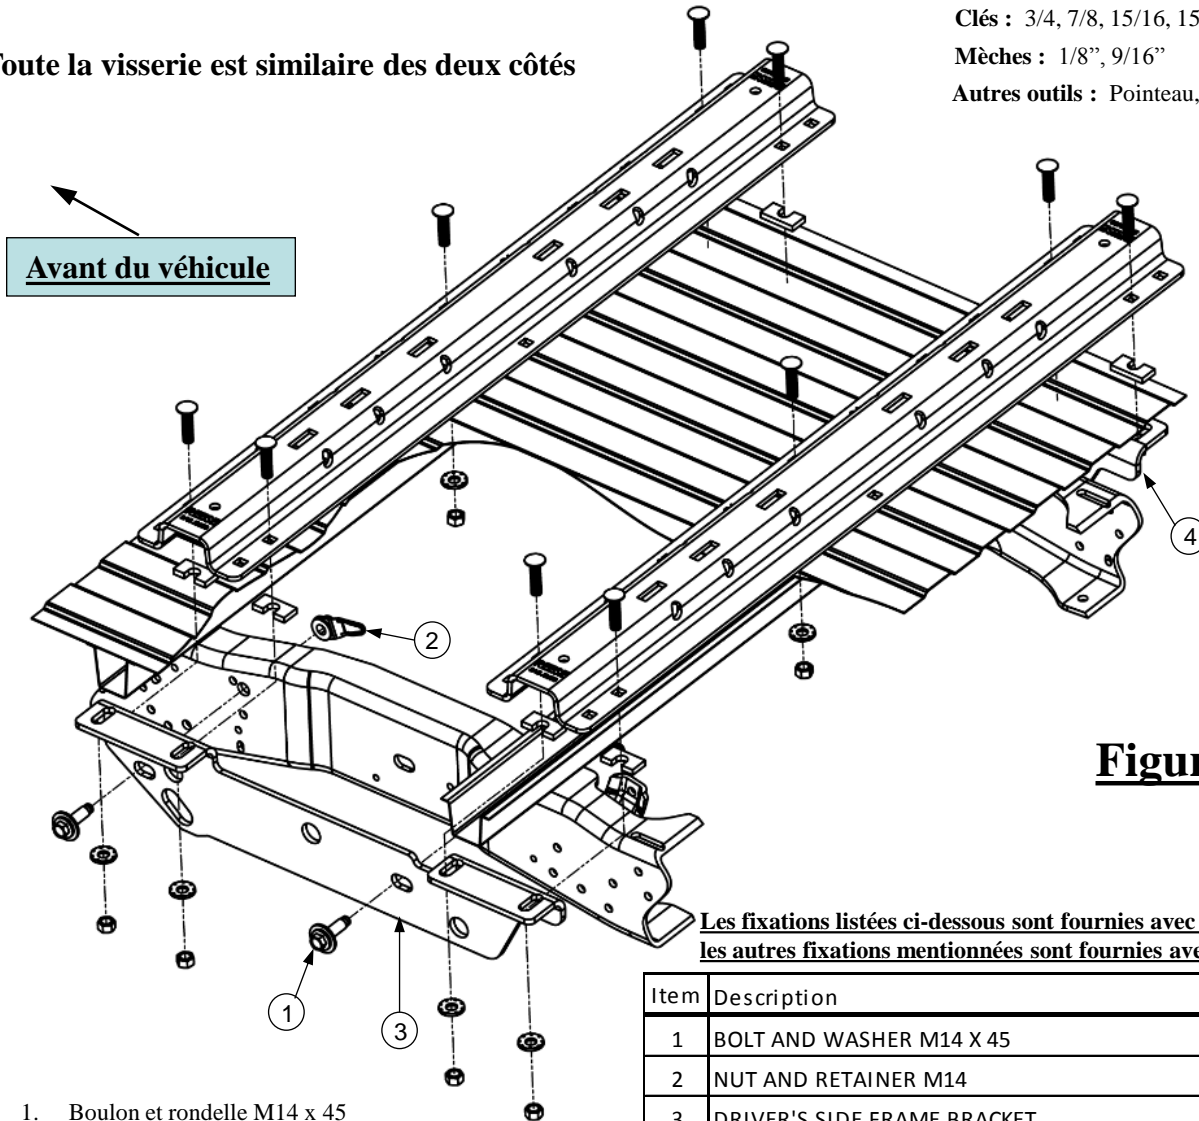
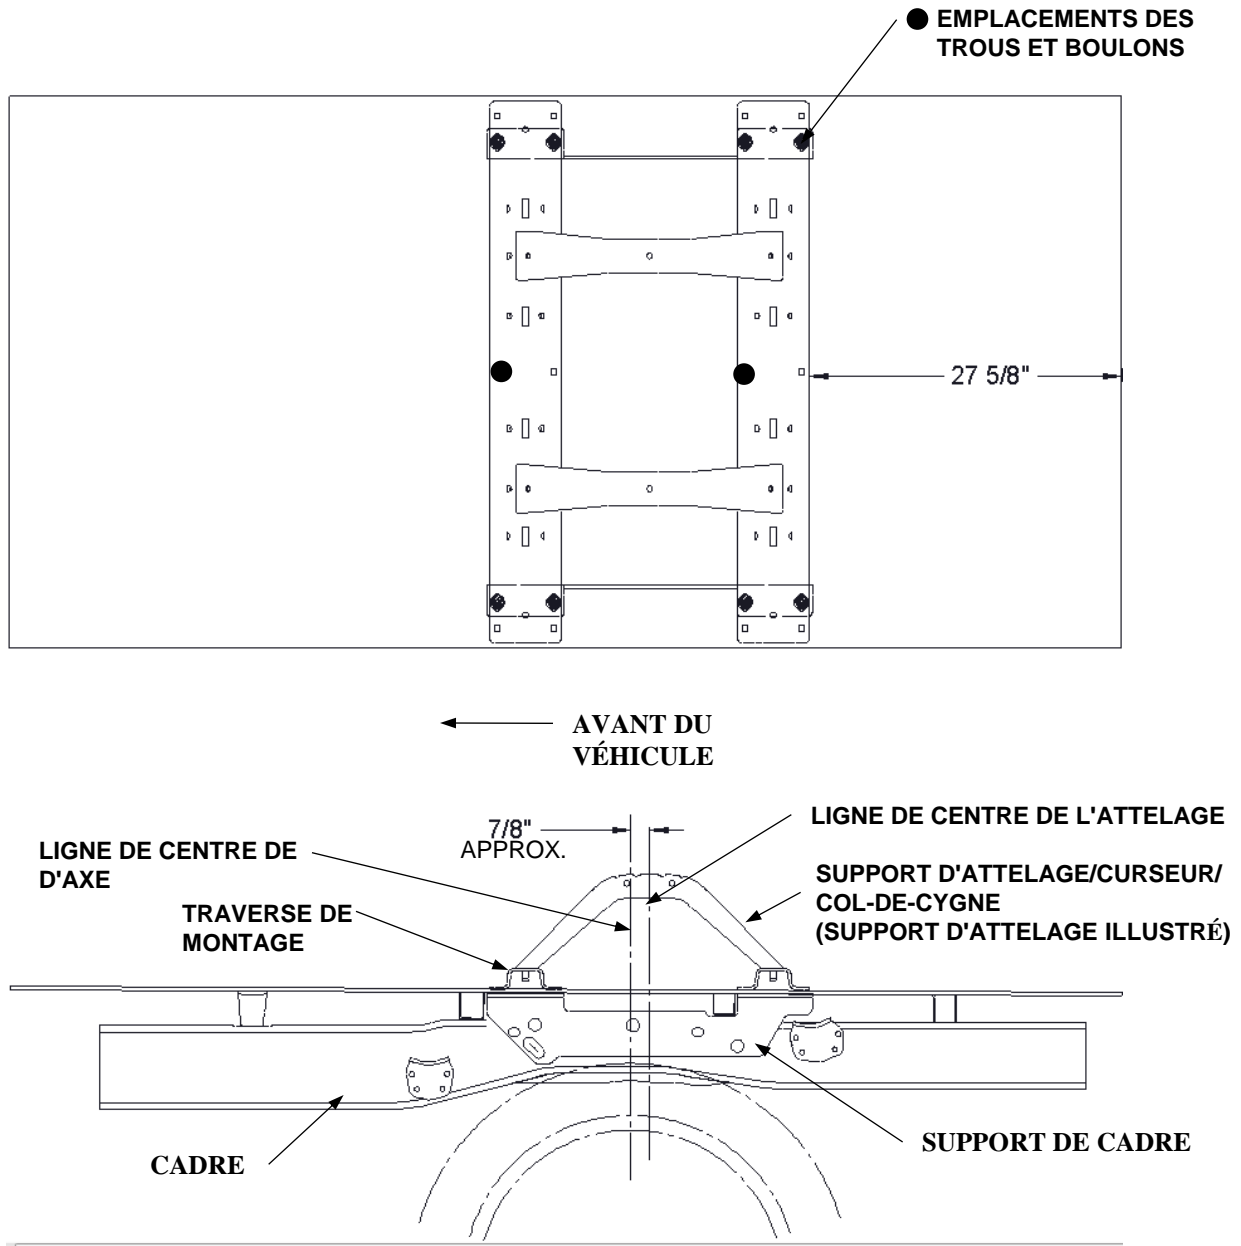

Figure 1
Figure 2
3. Placer la traverse de montage arrière sur la plateforme de la camionnette. À l'aide du ruban à mesurer, centrer la traverse entre les joints de soudure sur la longueur du plancher de la plateforme, et déterminer la distance appropriée à partir du bord arrière de la caisse, comme illustré à la Figure 2. Voir la page 1 pour le montage des supports sur les traverses, et des supports sur le cadre.
4. Marquer l'emplacement des trous à l'aide d'un pointeau, comme illustré à la Figure 2. Écarter la traverse et percer chaque marque à l'aide d'une mèche 1/8 po. **Avvertissement : Lors du perçage, veiller à ne pas endommager des composants du véhicule comme les conduites de frein et les réservoirs d'essence, et à prendre les mesures de protection nécessaires.**
7. Sans trop serrer, poser les supports de cadre en alignant les supports sur les trous du cadre. Insérer le boulon M14 et la rondelle (1) dans les fentes du support et à travers les trous du cadre. Poser l'écrou M14 avec la pièce de retenue (2) sur le boulon. Visser les boulons à la main. Ne pas serrer.
9. Poser les boulons de carrosserie longs 1/2 x 2 po avec l'espaceur en forme de U qu'il faut placer dans les ondulations entre la caisse et les traverses. **Nota :** L'espaceur en forme de U devra être posé avant d'insérer les boulons de carrosserie 1/2 po à travers la traverse de montage et le plancher de caisse. On obtient ainsi le contact métal à métal nécessaire. Fixer les boulons de carrosserie sur les extrémités des traverses à l'aide de rondelles coniques et d'écrous selon la Figure 1 et serrer fermement pour empêcher tout mouvement de la traverse. Fixer le boulon de carrosserie au centre à l'aide d'une rondelle conique et d'un écrou.